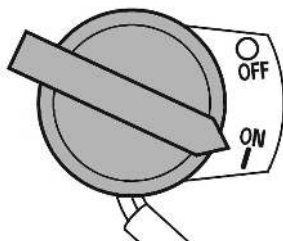

Рис. 9. Выключатель зажигания
5. Включите зажигание, для этого переведите выключатель зажигания в положение «ON» (Включено) (Рис. 9).
При возникновении аварийной ситуации, для экстренной остановки двигателя переведите выключатель зажигания в положение «OFF» (Выключено) (Рис. 9).
4. Переведите выключатель зажигания в положение «OFF» (Выключено) (Рис. 9).